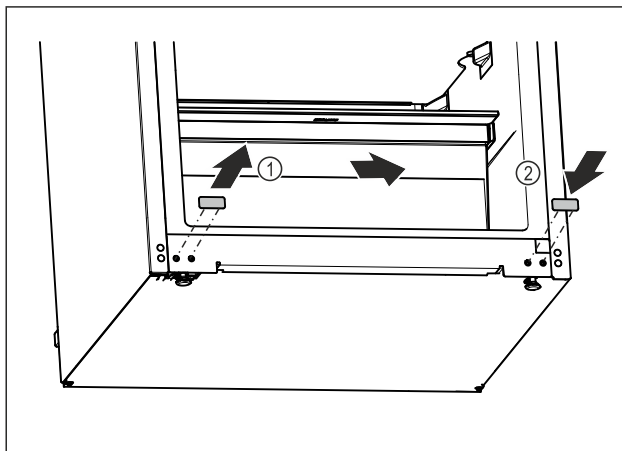

Fig. 21
- ▶ Trekk ut dekselpluggene. Fig. 21 (1)
- ▶ Sett inn dekselpluggen på motsatt side. Fig. 21 (2)